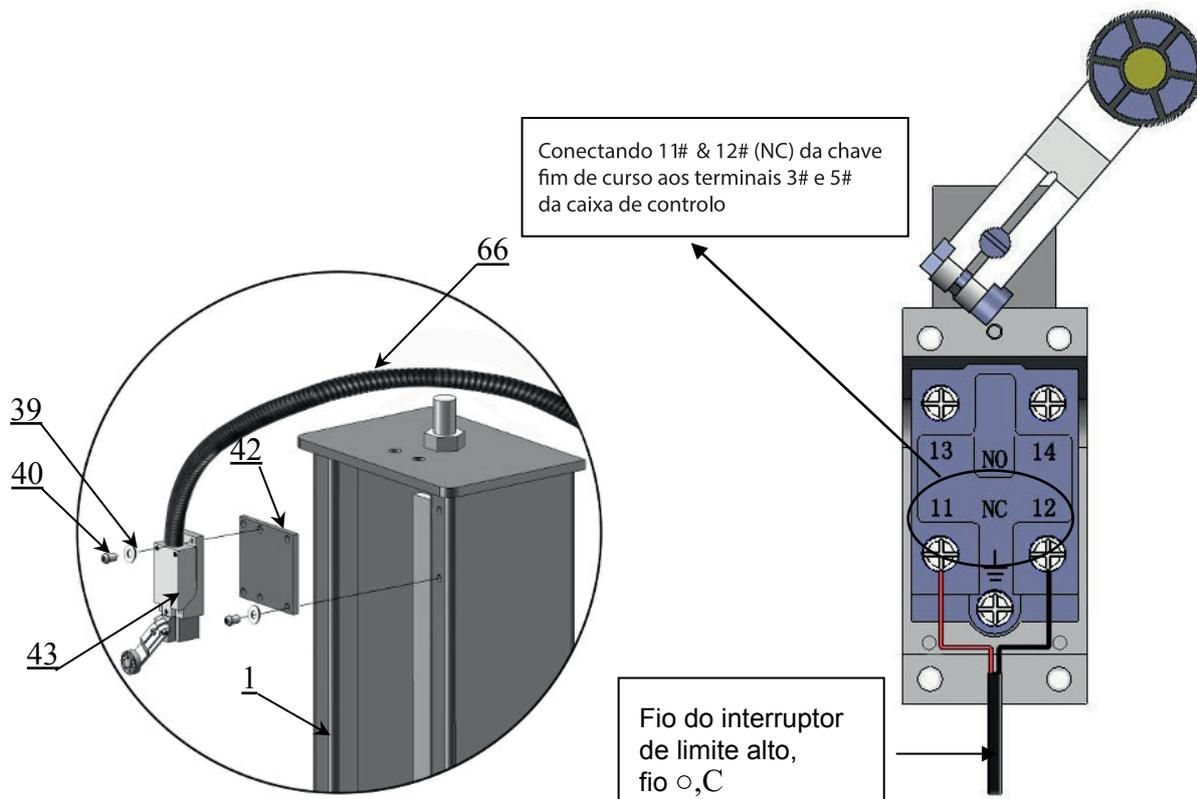

Fig.30
1. Instale o interruptor de limite alto (consulte a Fig. 30)